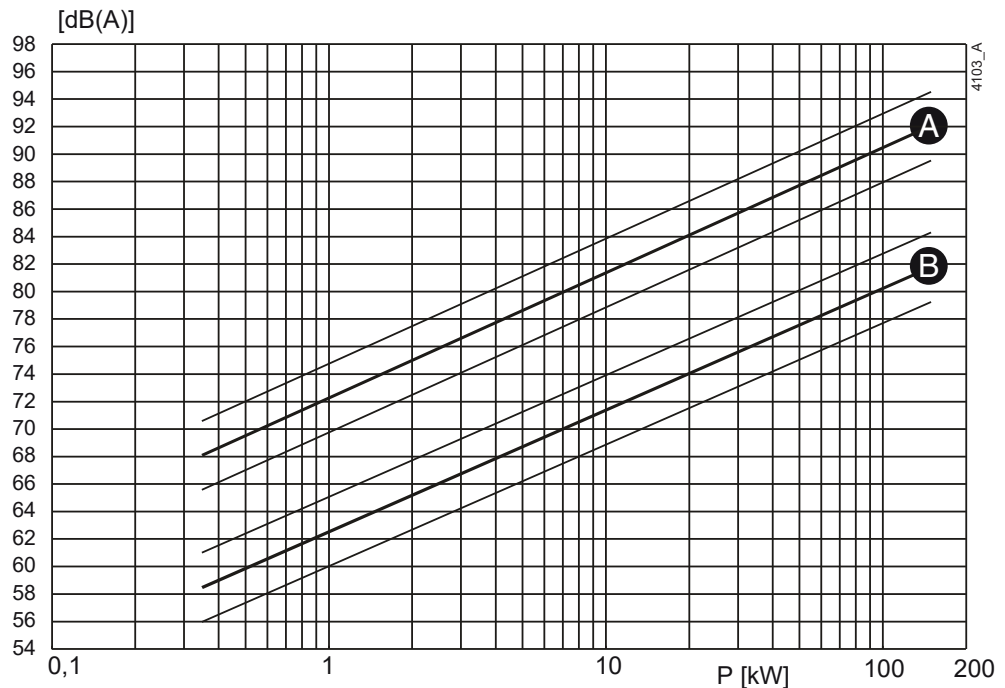
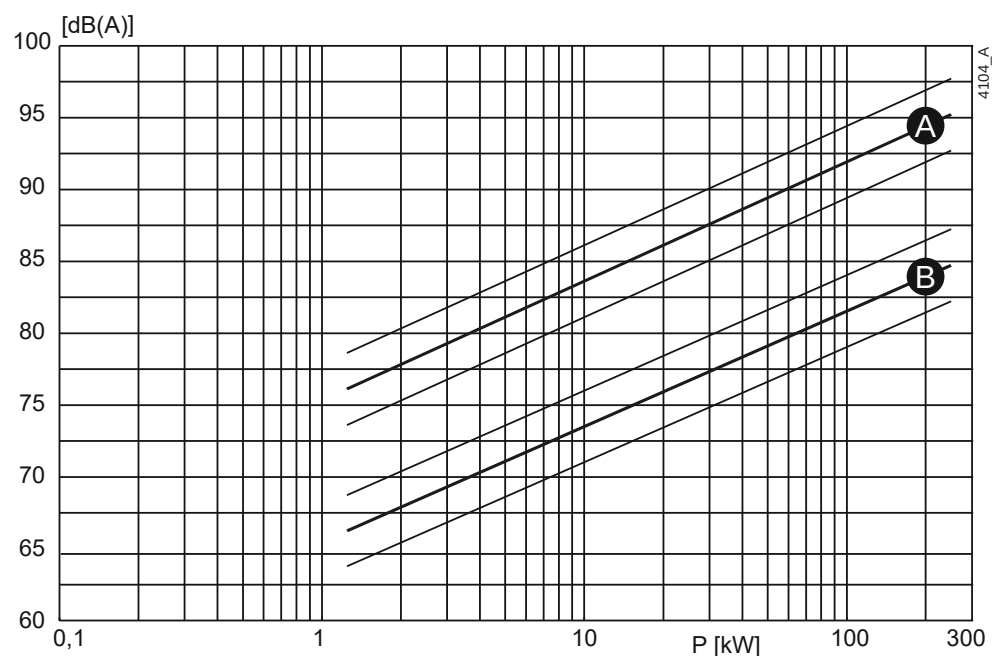

Bild 60: Ljudnivå som funktion av pumpeffekt [kW] vid 1450 min^{-1}
Bild 61: Ljudnivå som funktion av pumpeffekt [kW] vid 2900 min^{-1}
- 1 Bestäm ljudnivå (L1) för pumpen Bild 60 eller Bild 61.